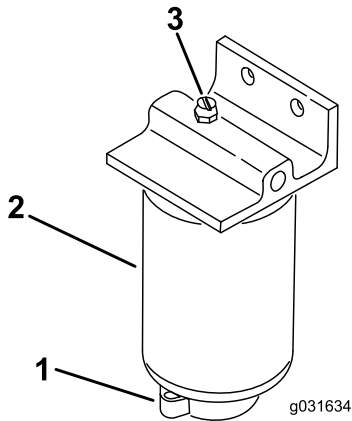

图 53
2. 松开滤清器底部的排油阀 图 53。
1. 清洁滤清器的安装区域 图 53。